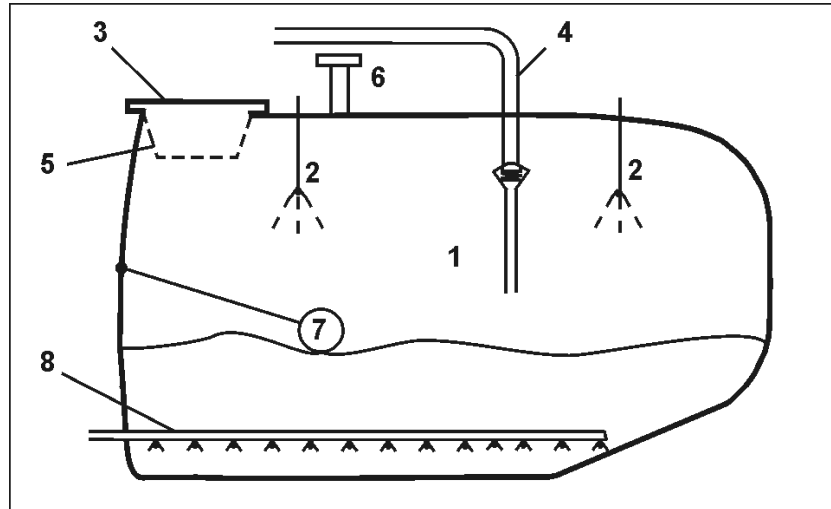

Fig. 51
- Den røde markering (Fig. 51/1) for støttefodens kontrolvisning er synlig, når Redskabet er anbragt på den hydrauliske støttefod.